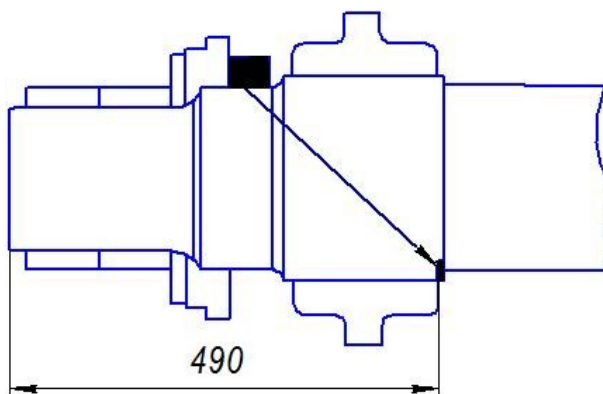

Рис. 7.14.2. Схема установки преобразователя П121-2,5-55°-К14-ЖД на НО 1.11.002-О при проверке чувствительности по варианту BR4.
- установить ПЭП на НО 1.11.002-О в соответствии со схемой на Рис.7.14.2;
- установить ПЭП на НО 1.11.002–О и найти максимум эхосигнала от запыла в сечении Г-Г, Рис.7.14.2;